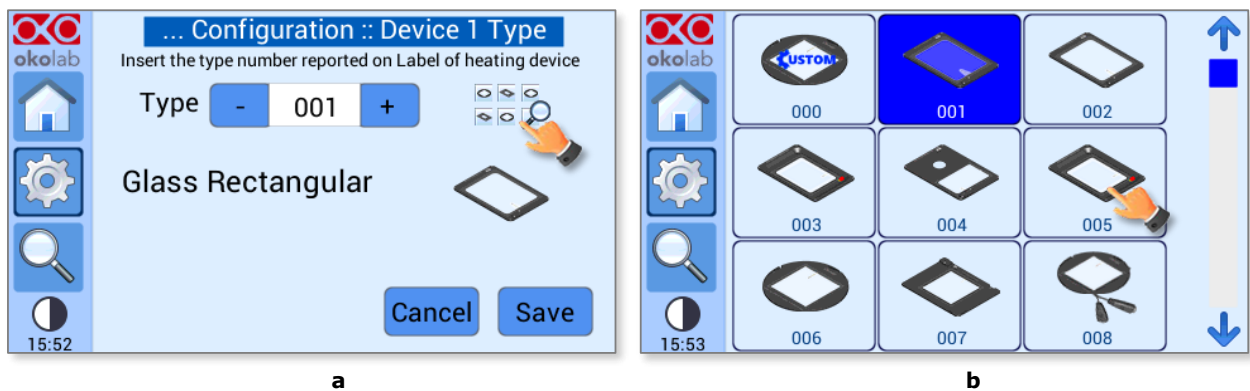

Figura 21. Selección del tipo de dispositivo (a-b).
- el icono  (ver figura 21 (a)). Seleccione los dispositivos calefactores adecuados utilizando las flechas (ver figura 21 (b)).